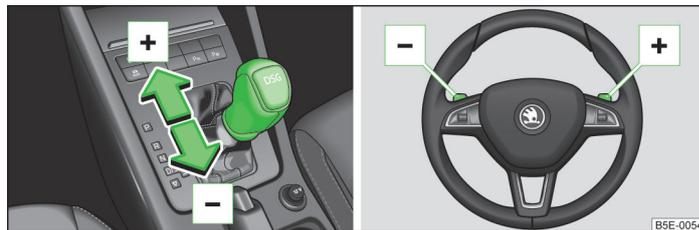

Abb. 122 Wählhebel / Multifunktionslenkrad
- › Den Wählhebel nach vorn » Abb. 122 tippen.
- › Die rechte Schaltwippe » Abb. 122 kurz zum Lenkrad ziehen.
- › Den Wählhebel nach hinten » Abb. 122 tippen.
- › Die linke Schaltwippe » Abb. 122 kurz zum Lenkrad ziehen.
› Eine der Schaltwippen / kurz zum Lenkrad » Abb. 122 ziehen.